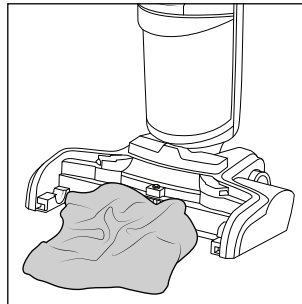

Fig. 36
- ◆ Se o compartimento de escova estiver sujo, limpe o mesmo com um trapo ou pano húmido (ver fig. 36).